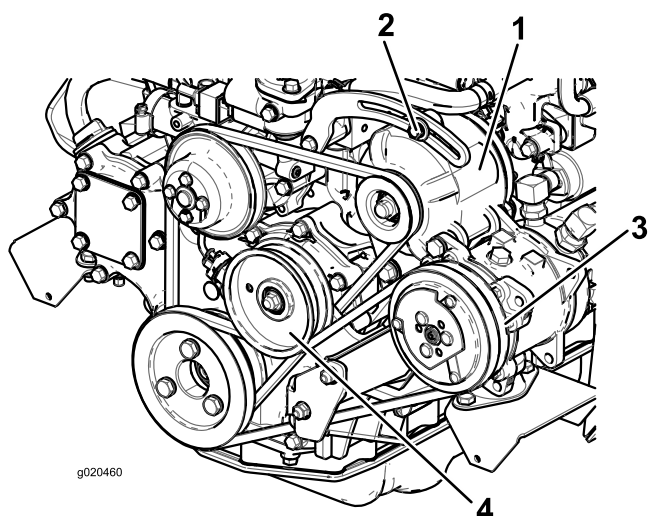

Figura 71
Se a deslocação obtida não for igual a 10 mm, deve desapertar os parafusos de montagem do alternador (Figura 71).
2. Se o desvio obtido não for igual 10 mm, deverá libertar o parafuso de montagem da polia intermédia (Figura 71).